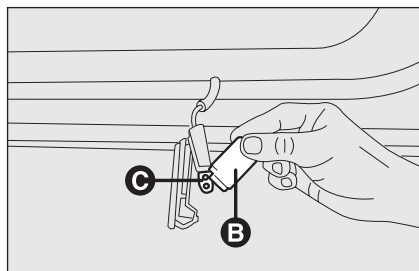

fig. 36
- premere lateralmente sullo schermo della lampada **B-fig. 36** in corrispondenza dei due perni di fissaggio e ruotarlo;
- sostituire la lampada **C-fig. 36** inserita a pressione;